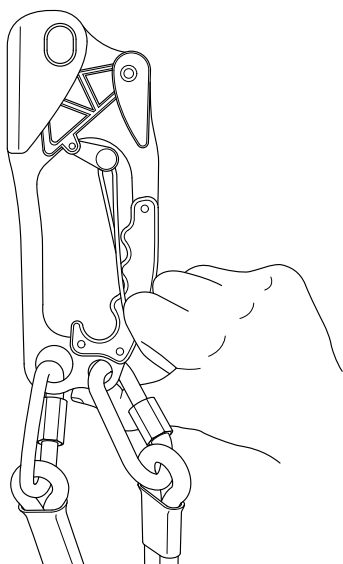

FIG. 1
1. Tenere fermo il dispositivo e tirare all'indietro il braccio a molla e il fermo per la fune (Fig.1)